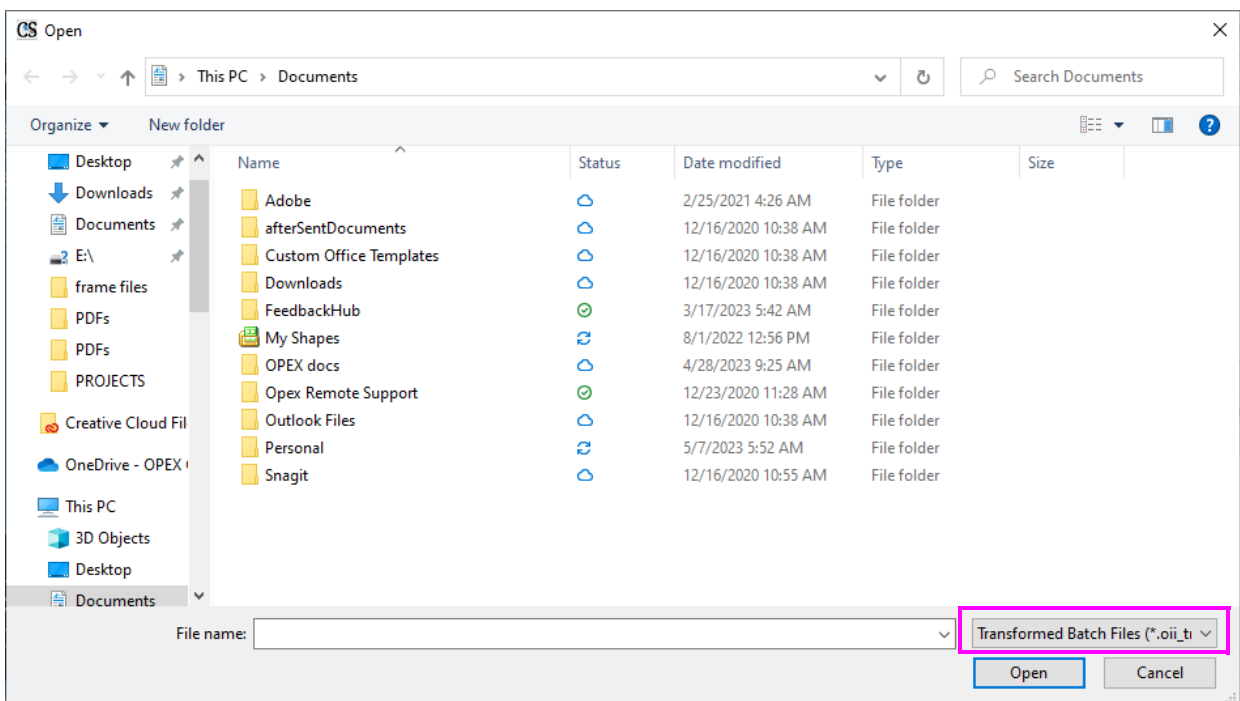

Abbildung 3-5: Transformierte Stapeldateien auswählen
2. Wenn das Dialogfenster geöffnet wird, wählen Sie in der Drop-down-Auswahlbox über den Schaltflächen **Öffnen/Abbrechen** die Option **Transformierte Stapeldateien**, um abgeschlossene Stapel anzuzeigen (Abbildung 3-5).